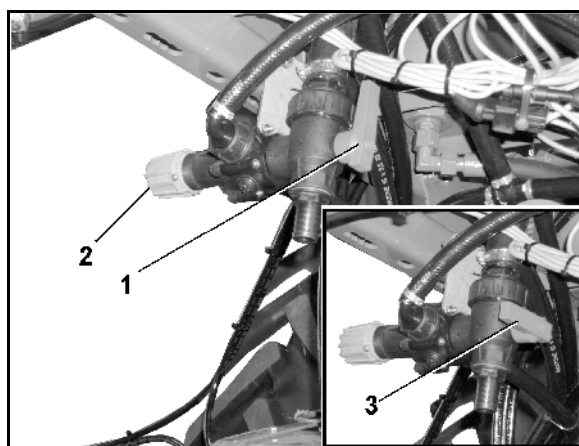

Fig. 86
- el grifo de conmutación DUS (Fig. 86/1).
- la válvula limitadora de presión DUS (Fig. 86/2). La válvula limitadora de presión DUS está ajustada fijamente de fábrica reduciendo la presión en el sistema de circulación forzada a 1 bar
El sistema de circulación forzada está conectado, si el grifo de conmutación DUS se encuentra en la posición (Fig. 86/1).
El sistema de circulación forzada está desconectado, si el grifo de conmutación DUS se encuentra en la posición (Fig. 86/3).